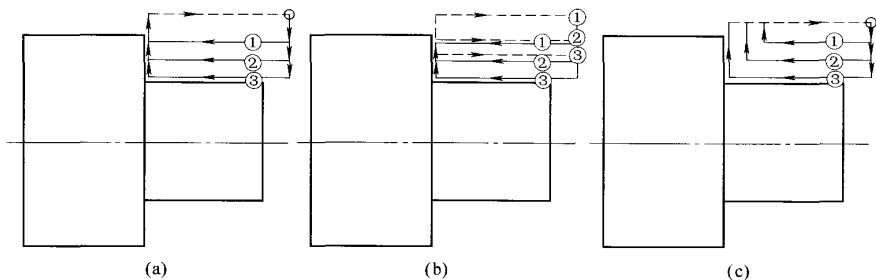

图 3 车削加工路线
如图3所示的工件,其加工路线可能有三种情况:①图3a是刀具每次都从某一固定的起点出发,加工循环一次后返回起点,直至加工完成。②图3b是每次加工的循环起点是变化的,每加工一次,循环起点向工件逼近一次,再作加工循环。③图3c是刀具的起点固定不变,其切削加工行程路线和空行程路线的长度同时改变。图中实线是切削加工路线,虚线是空行程路线。切